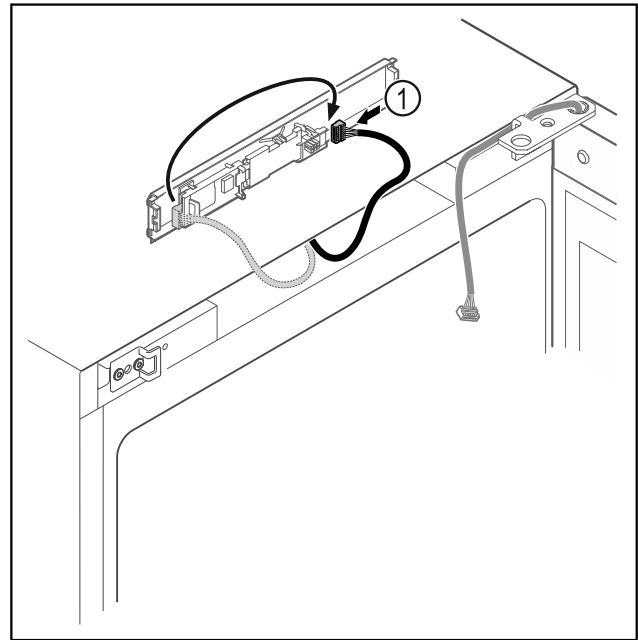

Fig. 21
- ▶ Μεταφέρετε το φιν Fig. 21 (1) στην πλακέτα.